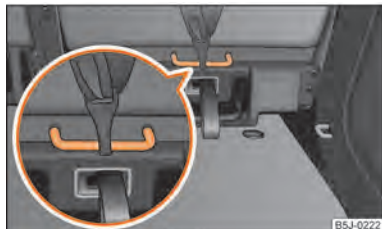

Fig. 112 Sedile posteriore: Top Tether
Per aumentare la sicurezza dei bambini, i sedili posteriori esterni e anche quelli centrali (in alcuni paesi) sono equipaggiati di serie dietro lo schienale con il sistema di fissaggio „Top Tether“ ⇒ fig. 112.
- Fissare il seggiolino con il sistema „Top Tether“ nei punti appositamente previsti ⇒ fig. 112.